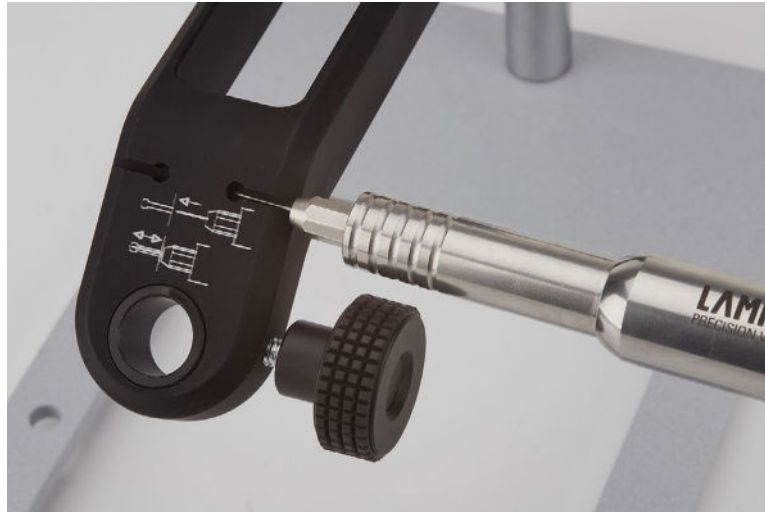

Abb. 5.2 Einstellung Elektrodenlänge mit Handstückhaltearm
- Neue Wolfram-Elektrode in die Spannzange einführen und die richtige Länge einstellen. Wenn Sie ein Schweißmikroskop der Firma Lampert besitzen, können Sie die Elektrodenlänge am Handstückhaltearm abmessen. Hierzu die Elektrode rechts oder links in die Fräsung bis zum Anschlag einführen. Die Spannmutter muss an der Außenkante des Haltearms anliegen. Daraufhin die Mutter handfest anziehen und die Argon-Düse aufsetzen. (Siehe Abbildung 5.2)